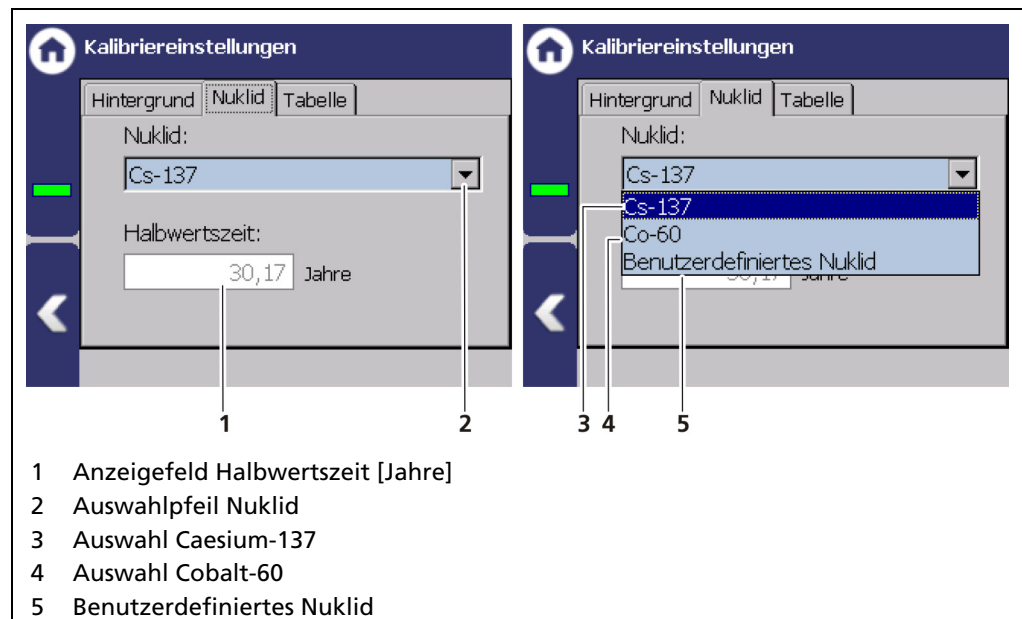

Abb. 65 Kalibriereinstellungen: Nuklid
Die Hintergrundzählrate (Abb. 65, Pos. 1) ist die natürliche Hintergrundstrahlung die vom Detektor detektiert wird und muss gemessen werden. Die korrekte Aufnahme der Hintergrundstrahlung ermöglicht eine korrekte Zerfallskompensation und hat somit Einfluss auf die Langzeitstabilität des Messwertes.
1. Klicken Sie auf das Textfeld „Hintergrund“ (Abb. 65, Pos. 1).
2. Klicken Sie auf das Feld „Einlesezeit“ (Abb. 65, Pos. 4) und geben Sie die Dauer der Messung in Sekunden an. Je höher Sie die Einlesezeit einstellen, umso genauer fällt das Ergebnis aus.
3. Bestätigen Sie mit der Eingabetaste und klicken Sie auf die Schaltfläche <Start> (Abb. 65, Pos. 5), um die Messung zu starten.
4. Klicken Sie <OK> (Abb. 65, Pos. 2), um die Zählrate zu übernehmen.